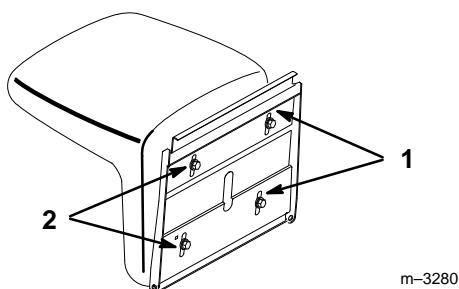

Figure 11
- Desserrer les boulons de fixation du siège, glisser le siège dans la position souhaitée dans les rainures de réglage, puis resserrer les boulons de fixation (Fig. 11).